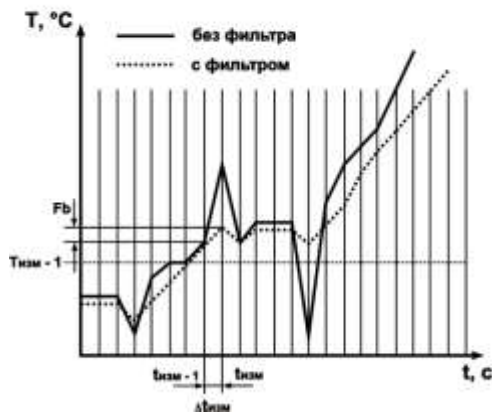

Рисунок 3.5
3.2.4.1 Полоса цифрового фильтра позволяет защитить измерительный тракт от единичных помех и задается в градусах Цельсия ( $^{\circ}C$ ). Если измеренное значение  $T_{изм}$  отличается от предыдущего  $T_{изм-1}$  на величину, большую, чем значение параметра  $F_b$ , то прибор присваивает ему значение, равное  $(T_{изм} + F_b)$  (рисунок 3.5). Таким образом, характеристика сглаживается.